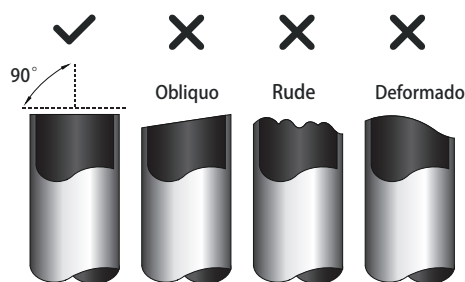

Fig. 7.1
3. Certifique-se que o corte está direito. **Ver fig. 7.1.**